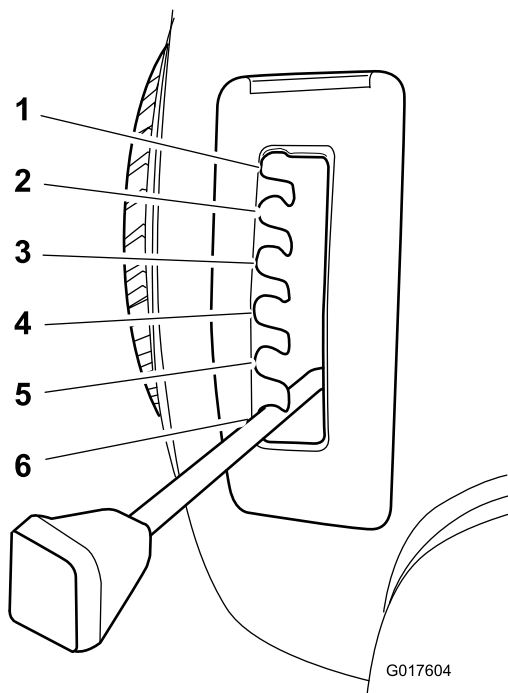

Figura 9
4. Tirate la leva di regolazione dell'altezza di taglio sulla macchina e spostatela nella posizione desiderata (Figura 9).